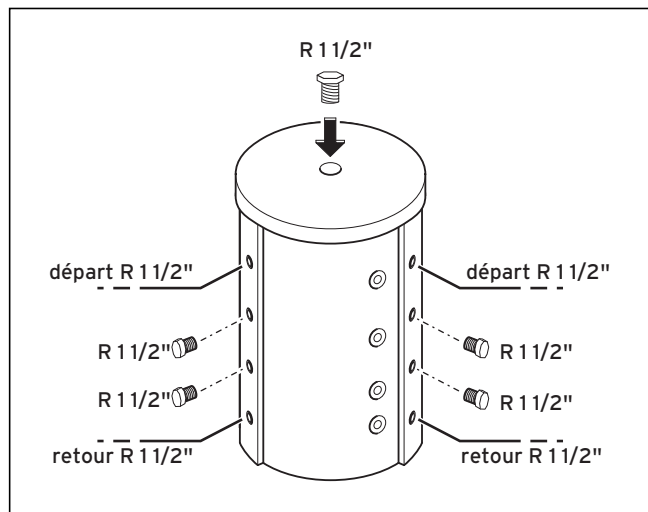

Fig. 5.1 Raccords eau et bouchons
- Fermez les raccords inutilisés à l'aide des bouchons correspondants comme l'indiquent les fig. 5.1 et 5.2.
- Fermez les raccords eau comme l'indique la fig. 5.1.